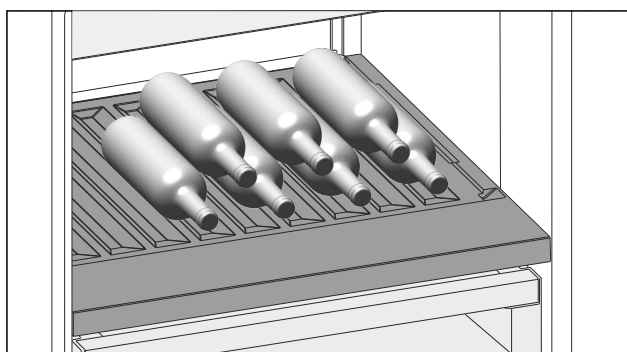

Fig. 115
- Flessen met de bodem naar achteren tegen de achterwand plaatsen. (zie Fig. 115)